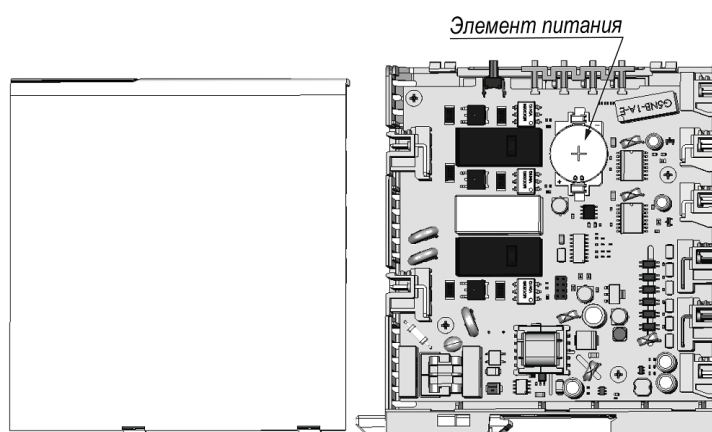

Рисунок 6.5 – Расположение элемента питания на плате прибора
3. Извлекь элемент питания из батарейного держателя (см. рисунок 6.5), затем установить в батарейный держатель новый элемент питания;